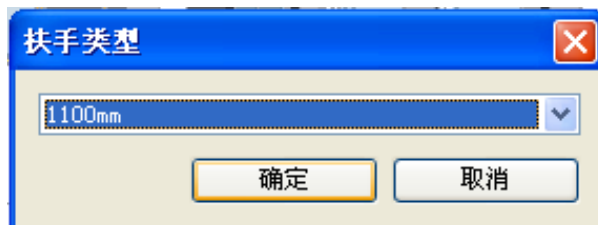

图 3-28
- 单击“工具”面板“扶手类型”工具，在弹出的“扶手类型”对话框中选择扶手类型为“1100”并确定（如图 3-28 所示）。